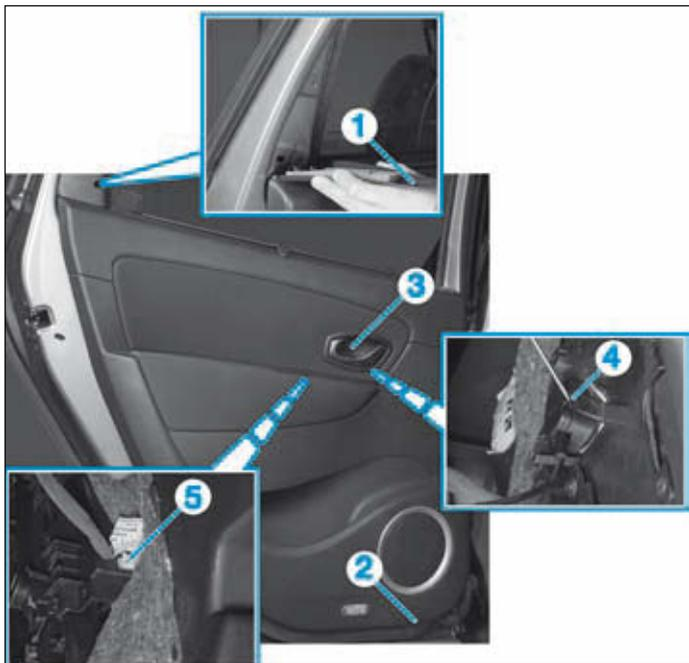

FIG.43
- Dégrafer et déposer la garniture (1) (Fig.43).
- la vis (2) de la garniture,
- l'opercule (3) puis la vis située derrière.
- Dégrafer le câble d'ouverture de porte (4).
- Débrancher le connecteur (5).